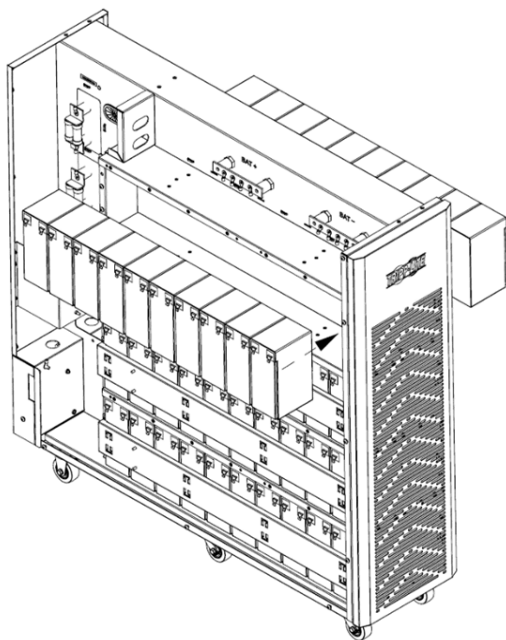

Figura 5-12A
14. Instale 10 módulos de baterías en la capa siguiente (L4-A, serie positiva del grupo 4). Asegúrese de mantener los lados de las terminales de todas las baterías hacia arriba (Figura 5-12A).